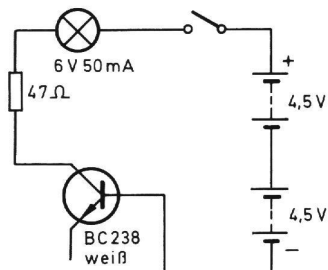

Abb. 79
Ändere dann den Aufbau wie in Abb. 79, 80 so ab, daß der **Kollektor** (C) über den Widerstand, die Lampe und den Schalter Verbindung mit Pluspol und die Basis (B) direkt zum Minuspol der Batterie hat. Leuchtet die Lampe jetzt auch?